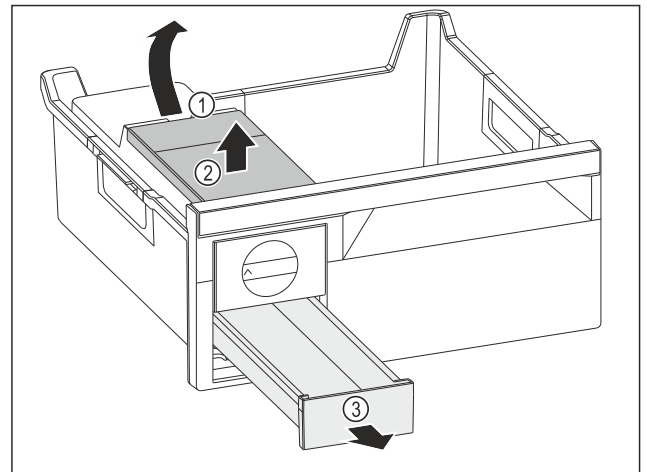

Fig. 117
- ▶ Wassertank entnehmen: Wassertank an der Aussparung Fig. 117 (1) anheben.
- ▶ Wassertank Fig. 117 (2) nach oben entnehmen.
- ▶ Eiswürfelschubfach Fig. 117 (3) nach vorne entnehmen.